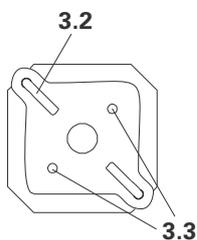

Fig. 17
1. Plasser støtte (1) på skjøtestykke MP 50 (3).
2. Skjøtestykkets (5.1) sentreringsbolter (3.3) griper inn i hullene på støttene fotplate (1.8) hhv. topplate (1.9). (Fig. 17)